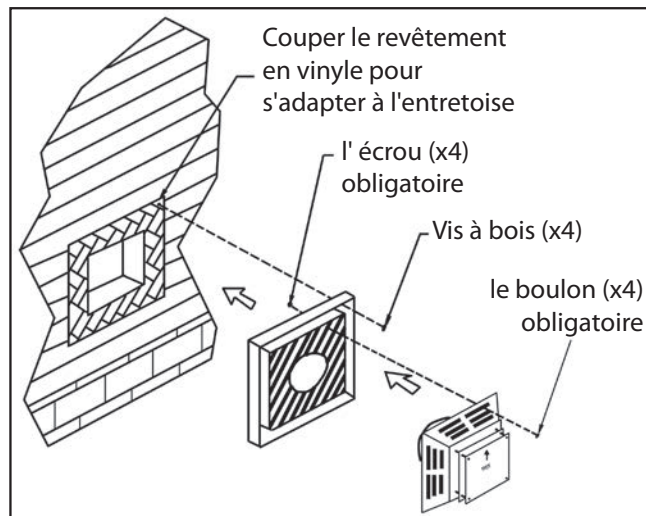
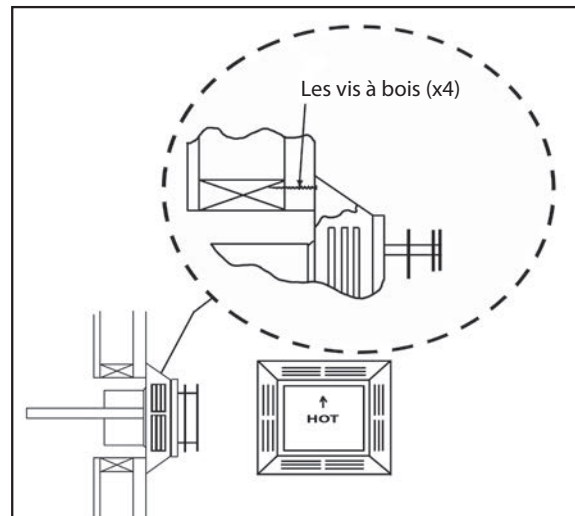

Figure 26: Installation Vent Cap avec revêtement de vinyle impasse.
Figure 27: Installation d'évacuation horizontale résiliation.
- (a) Les quatre (4) vis à bois fournies devraient être remplacés par les fixations appropriées pour stuc, brique, béton, ou d'autres types de revêtement
- (b) Pour les bâtiments à bardage en vinyle, une impasse de bardage en vinyle, doit être installé entre le capuchon d'évent et le mur extérieur (voir Figure 26). Fixez le bras de fer de bardage en vinyle à la résiliation horizontale. L'impasse de bardage en vinyle empêche la chaleur excessive peut faire fondre le matériau de revêtement de vinyle. Notez que les boulons de terminaison de ventilation horizontale sur la partie plate de l'impasse de parement de vinyle (zone ombrée dans la Figure 27), de sorte qu'un espace d'air existeront entre le mur et la terminaison de ventilation.